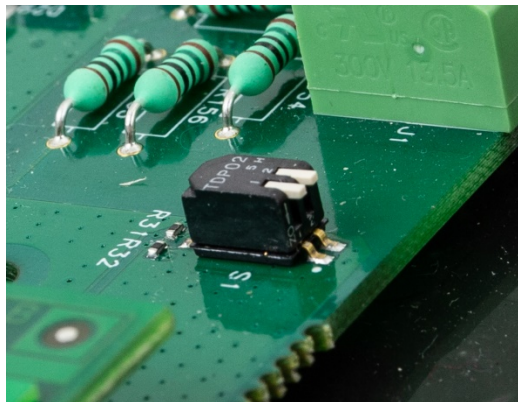

Figure 4-9 : Commutateurs métrologiques SW1-1 et SW1-2 tous les deux sur ARRÊT
5. Remettez SW1-1 et SW1-2 sur ARRÊT, comme sur la Figure 4-9.